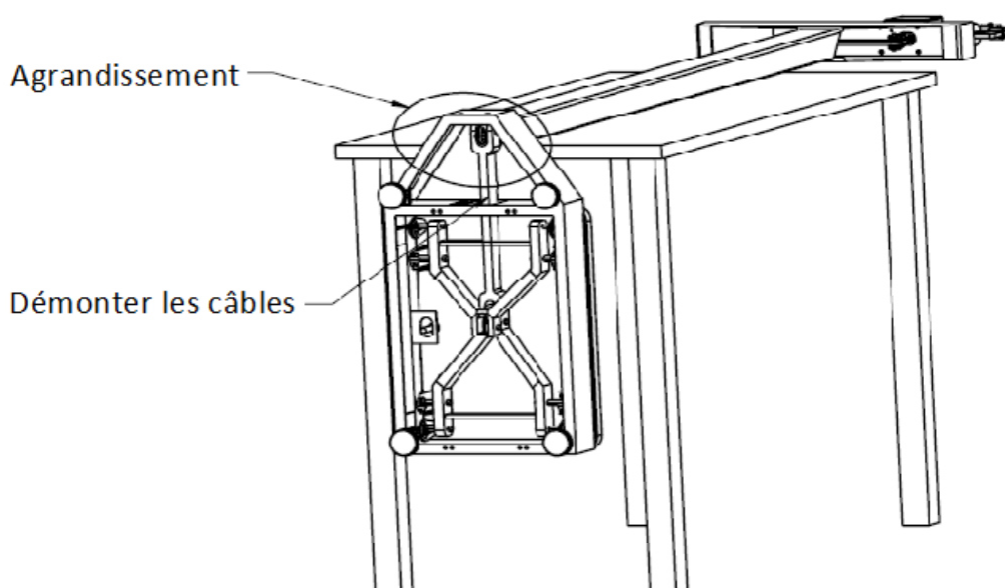

Fig. 4 - Fixation de la romaine
1. Placer la colonne sur une table (fig. 4).